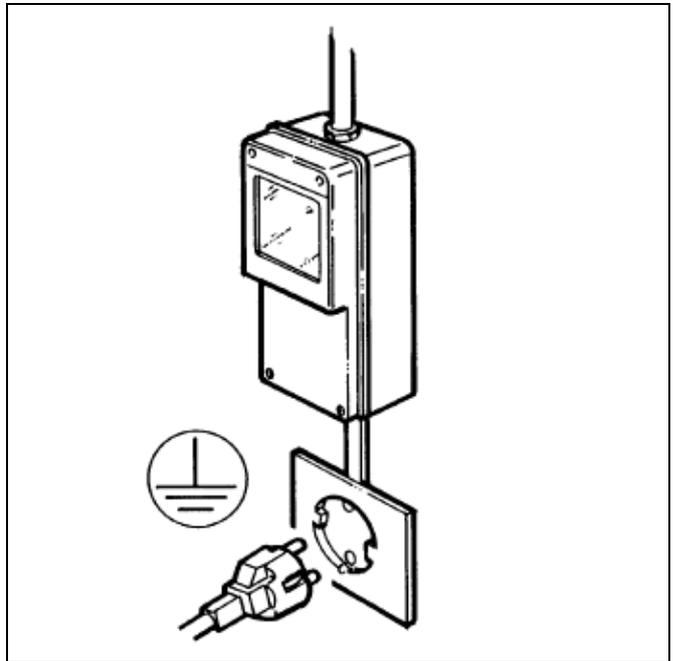

Fig. 21
- S'assurer que le raccordement est effectué à une installation dotée de mise à la terre efficace comme il est prévu par la réglementation de sécurité en vigueur (fig.21).
- Il est indispensable, pour une installation sûre et correcte, de disposer d'une prise spéciale commandée par un interrupteur magnéto-thermique avec une distance d'ouverture des contacts égale ou supérieure à 3mm, conforme à la réglementation nationale de sécurité en vigueur (fig.21).